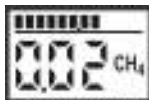

Рисунок 9.2
9.3 Перед работой убедиться в достаточности заряда аккумуляторной батареи и при необходимости произвести ее подзарядку. Уровень заряда отображается 12 сегментной “линейкой” в верхней части цифрового индикатора (рисунок 9.2).
После этого газоанализатор переходит в режим измерения концентрации и на цифровом индикаторе отображается значение объемной доли измеряемого газа, выраженное в % (рисунок 9.2).